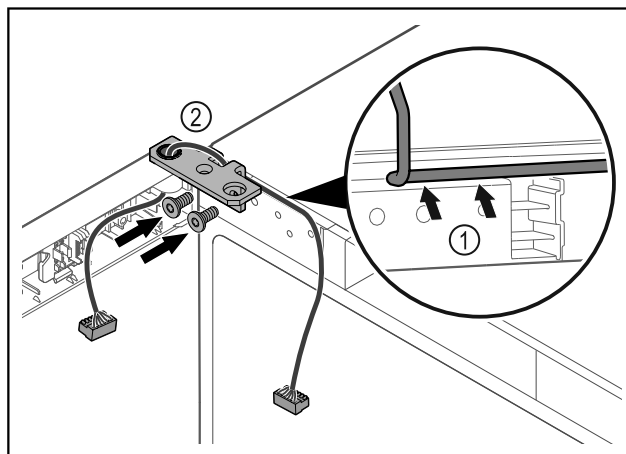

Fig. 42
- Pasar el cable por la escotadura de la escuadra de bisagra y tenderlo con cuidado Fig. 42 (1).
- Atornillar la escuadra de bisagra Fig. 42 (2).